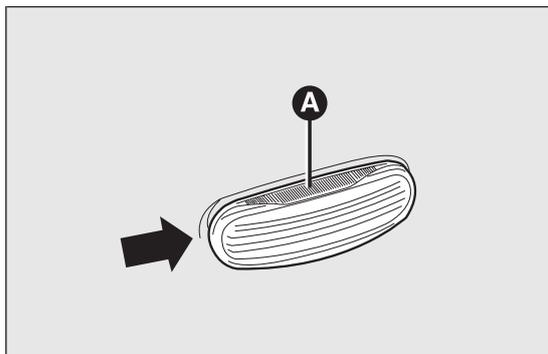
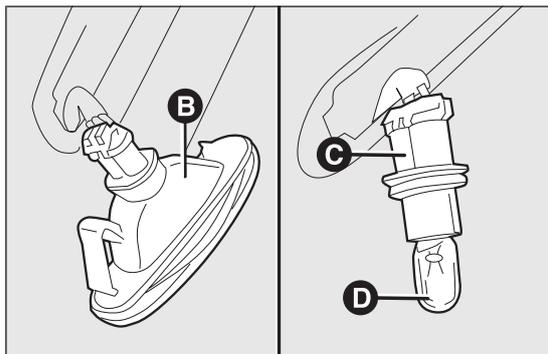

fig. 147
fig. 148
- agire sul trasparente A fig. 147 in modo da comprimere la molletta interna B fig. 148, quindi sfilare il gruppo verso l'esterno;